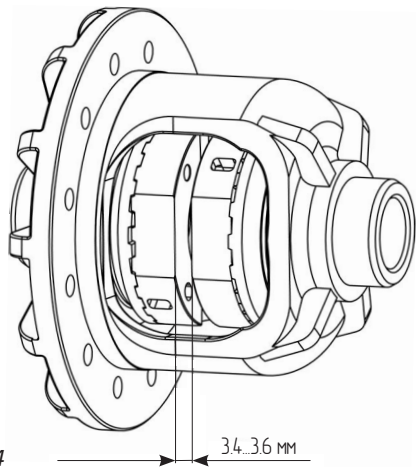

Рис. 4
14. Используя набор плоских щупов, измерьте зазор между муфтами как показано на **Рис. 4**. Зазор должен составлять от 3,4 до 3,6 мм.